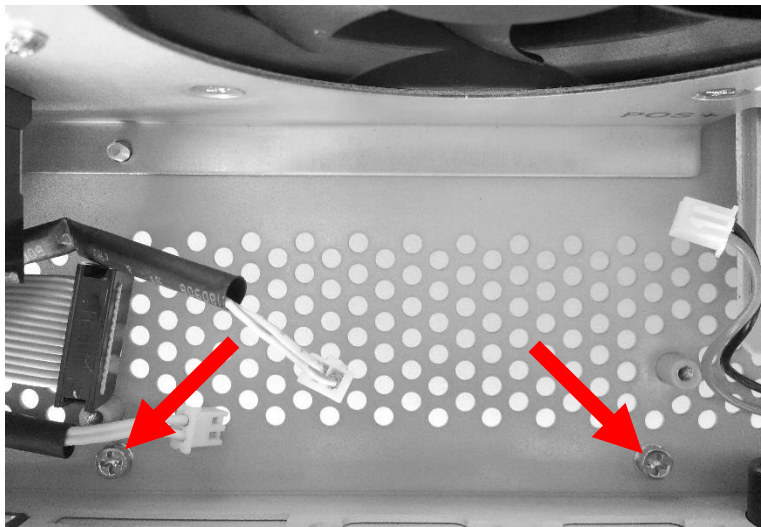

Figure 6 : Retirez les vis du couvercle du connecteur parallèle.
7. Retirez les deux vis illustrées à la Fig. 6, qui fixent le couvercle du connecteur parallèle métallique sur l'onduleur. Ces vis ne sont plus nécessaires.